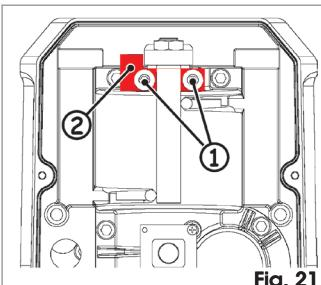

Fig. 21
- Dévisser les deux vis, Fig. 21 réf. ①, qui se trouvent dans la partie supérieure de la lisse.
- Démonter la plaquette d'arrêt, Fig. 21 réf. ②.